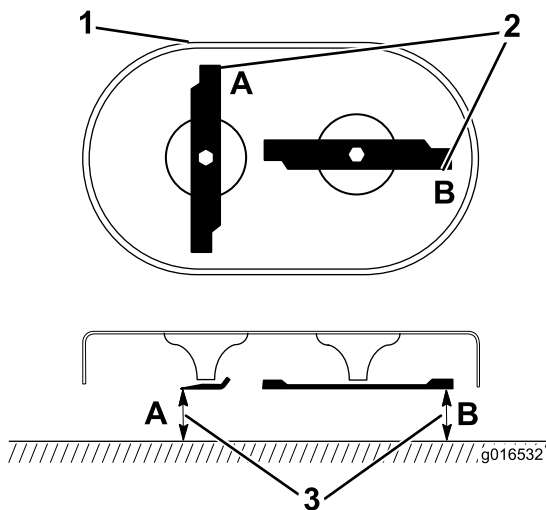

Рисунок 42
1. Поверните ножи, пока они не окажутся в положении, показанном на рис. Рисунок 42.
2. Измерьте от ровной поверхности до режущих кромок в местах А и В (Рисунок 42) и запишите оба результата измерения.